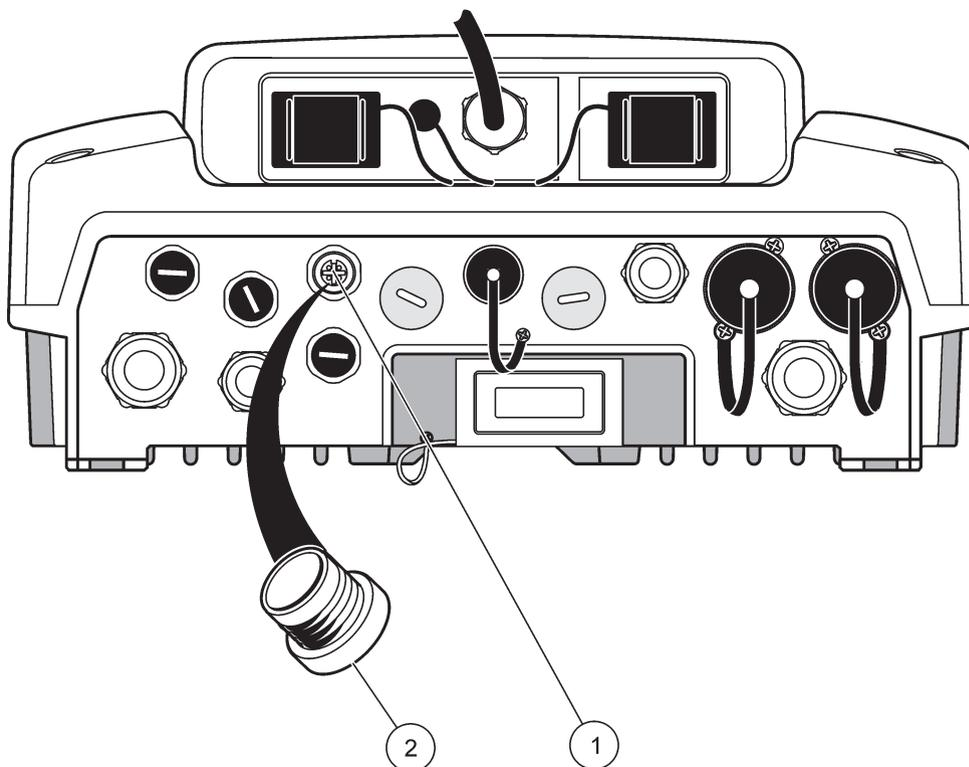

Figura 33 Rimozione del rivestimento protettivo
1. Svitare il coperchio di protezione sulla presa del controller (Figura 33). Mantenere il coperchio di protezione. Quando si rimuove la sonda, rimontare il coperchio di protezione.